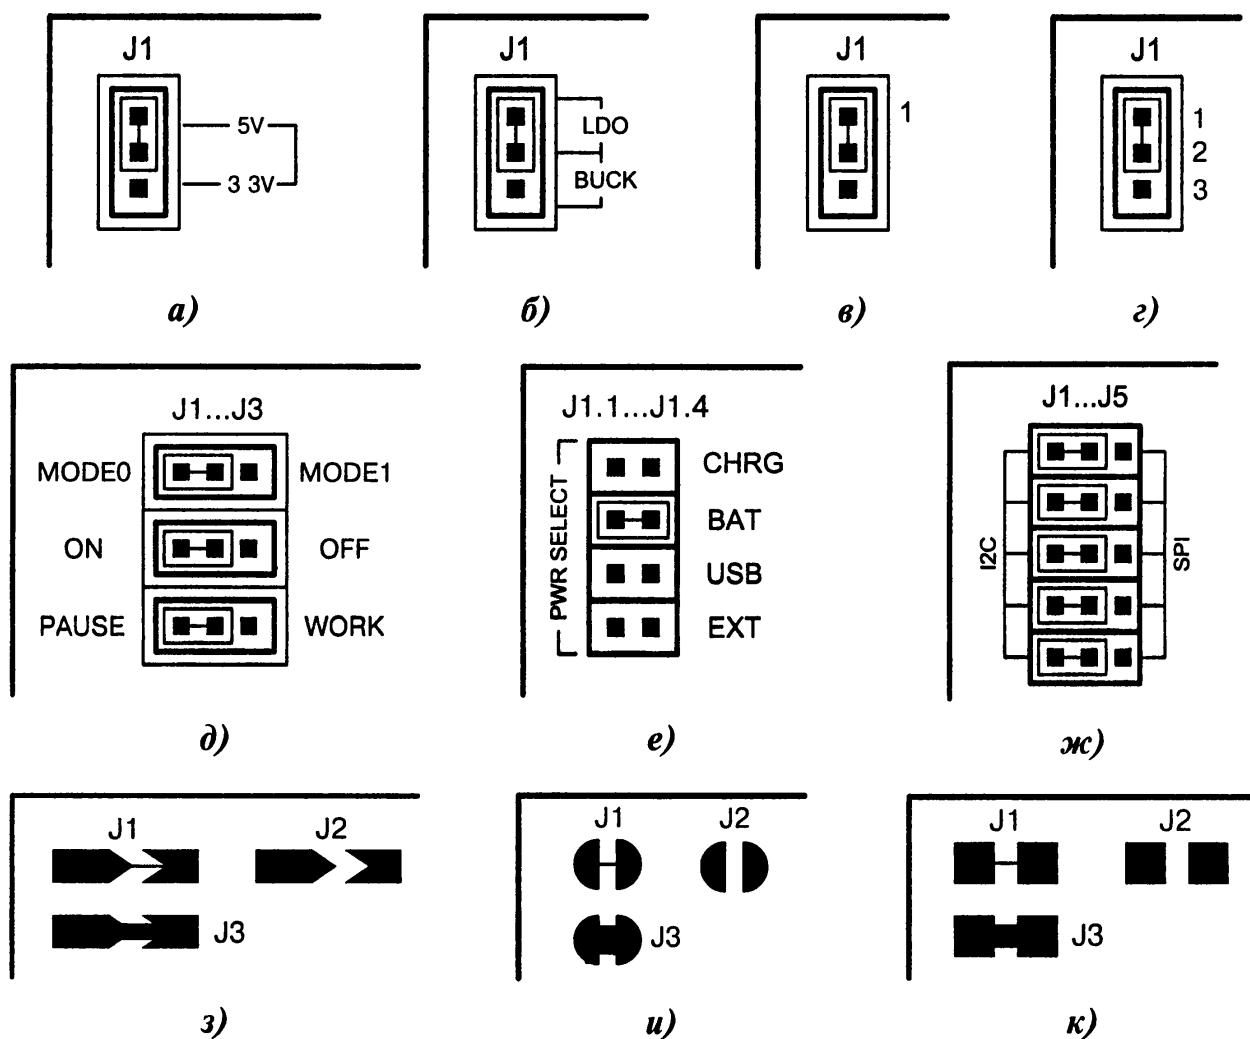

Рис. 13.27. Маркировка и конфигурация джамперных соединителей:
Джампер (англ. *jumper*) — это перемычка, позволяющая замыканием контактов соединить электрическую цепь, обычно слаботочную. Джамперы бывают корпусные и бескорпусные (Рис. 13.27, а...к). Первые из них имеют пластмассовый корпус и ставятся на штыри типа PLS. Вторые — выполнены проводниками на печатной плате. Замыкаются они припоем, размыкаются паяльником.
- и) аналогично Рис. 13.27, з, но с полукруглой формой контактов;
- к) аналогично Рис. 13.27, з, но с квадратной формой контактов